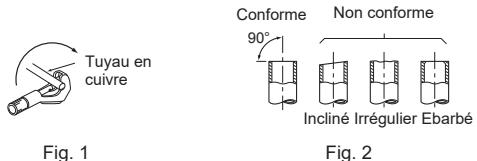

Fig. 1
- 1) Retirez le couvercle du boîtier électrique (1).
- 3) Fixez le tube de canalisation sur la plaque de conduit à l'aide du contre-écrou. Le câble de connexion \odot de l'unité interne/externe qui apparaît à l'intérieur du tube de canalisation doit être inférieur à 7/8 in. (23 mm). (Fig. 1)
- Coupez correctement le tuyau en cuivre avec un coupe-tuyaux. (Fig. 1, 2)